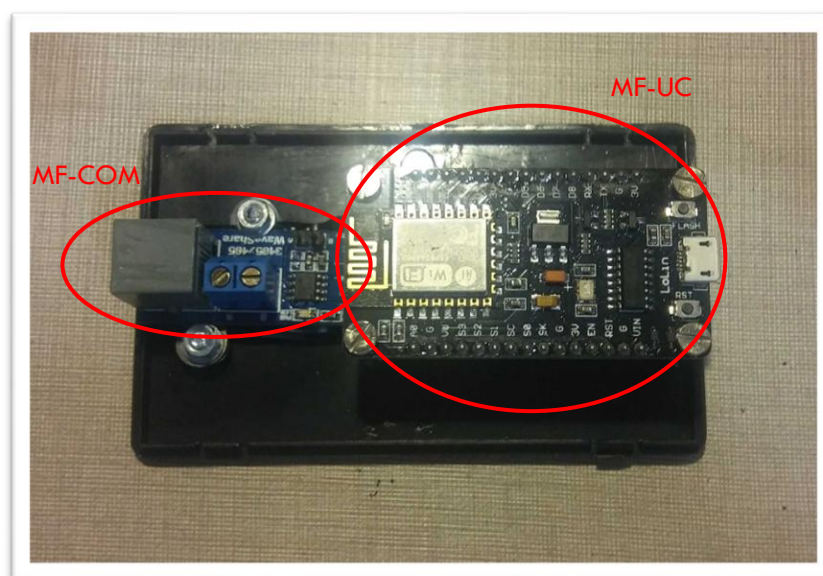
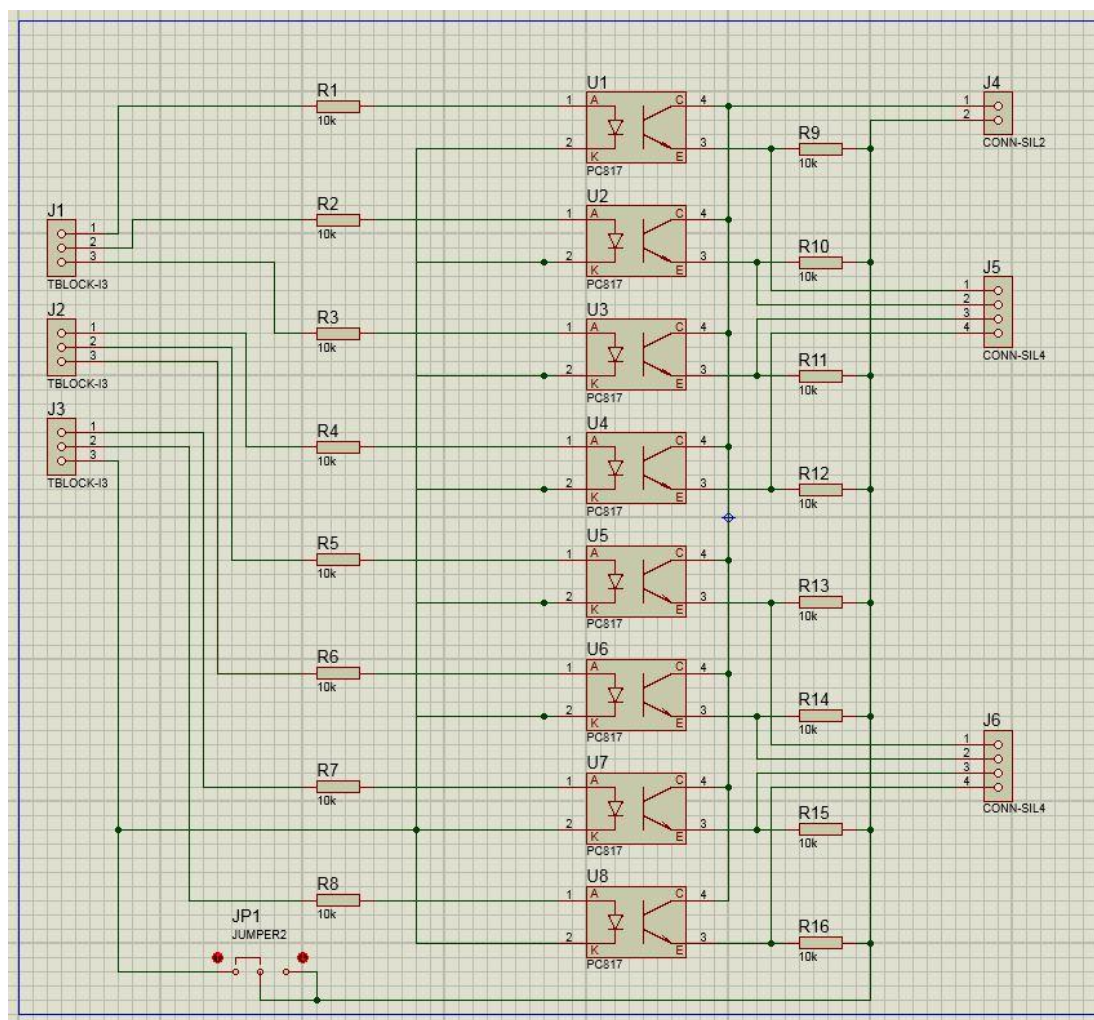

ILUSTRACIÓN 6. PASARELA MQTT
ILUSTRACIÓN 7. ESQUEMÁTICO MF-EO
2.2 Diseño del prototipo con el software Lochmaster, montaje antes de poner el condensador electrolítico y prueba con el osciloscopio DSO138, ver Ilustración 6. En la Ilustración 7 podemos ver el detalle del montaje del condensador.